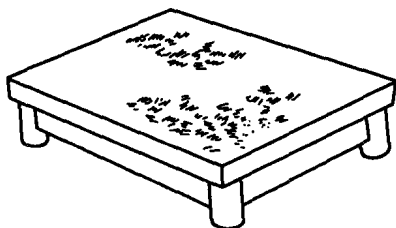

图2 划线平台
(3) 划线平台 又称划线平板（图 2），由铸铁制成，工作表面经过精刨或刮削加工，作为划线时的基准平面。划线平台一般用木架搁置，放置时应使平台工作表面处于水平状态。